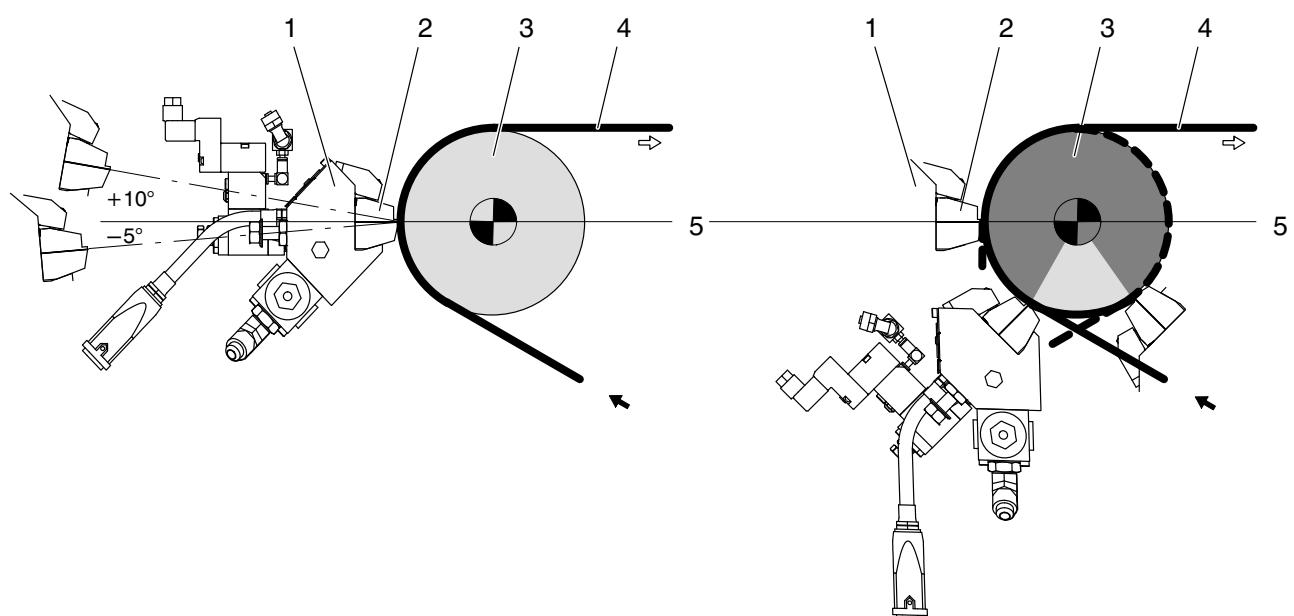

Fig. 4-1
A linha de contacto (5) deve ficar sobre a linha de entrada do substrato (4) no rolo (3). O bico tem sempre contacto com o substrato (consulte a fig. 4-1).
Estabelecer o contacto apenas no segmento cinzento escuro do rolo de revestimento (Fig. 4-1, lado direito), caso contrário, o material aplicado pode pingar.